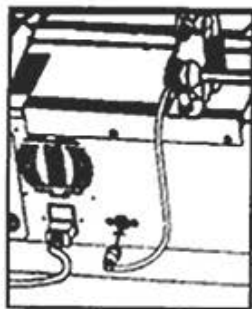

Figura 1
- 3 - Monte o sensor no trilho do guia e conecte-o sensor na máquina (Figura 1)